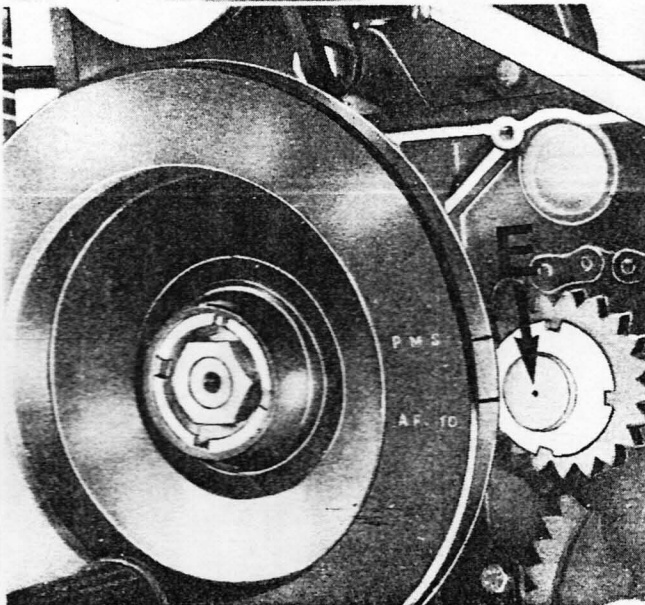

Fig. 113
### CONTROLLO MESSA IN FASE DELL'ACCENSIONE (vedere fig. 113 - 113/1)
- verificare l'apertura dei contatti del ruttore (A di fig. 113) deve essere di mm.  $0,42 \div 0,48$ ;